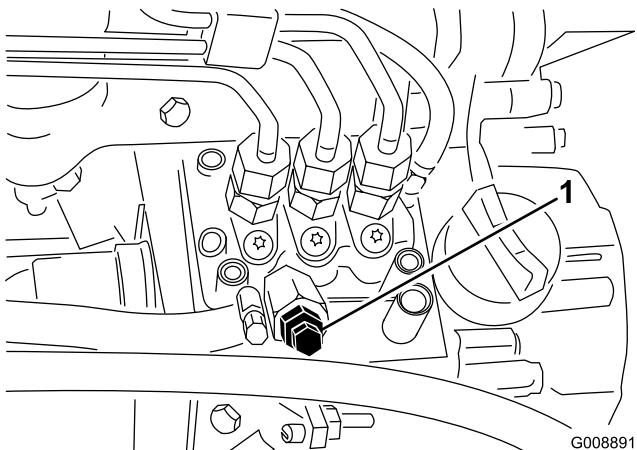

Figura 38
3. Desaperte o parafuso de purga que se encontra na bomba de injecção de combustível (Figura 38).